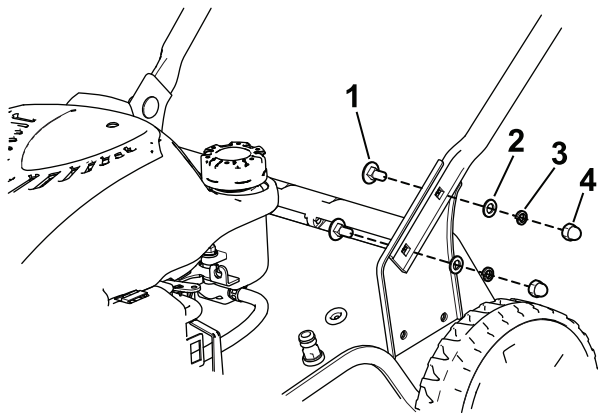

Figura 3
1. Ataai mânerul inferior la carcasa mainii de tuns iarba cu ajutorul celor 4 uruburi, 4 aibe plate, 4 aibe de siguranță și 4 piulie (Figura 3).